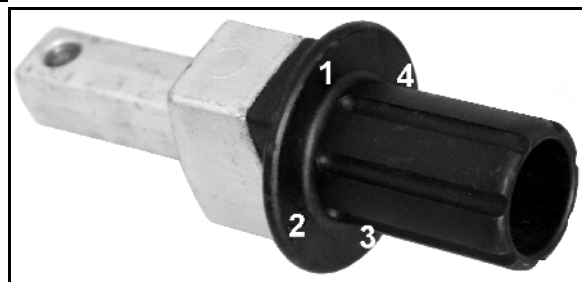

Рис. 47
1. Снимите пружинный фиксатор (Рис. 47/3).
2. Закрепите балансир (Рис. 47/2) в соответствии с нужным направлением вращения.
3. При помощи рычага (Рис. 47/1) удлините/укоротите шпиндель.
4. Зафиксируйте установку пружинным фиксатором (Рис. 47/3).